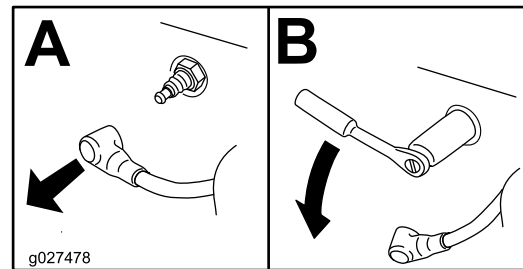

Figure 36
4. Déposez la bougie (Figure 36).